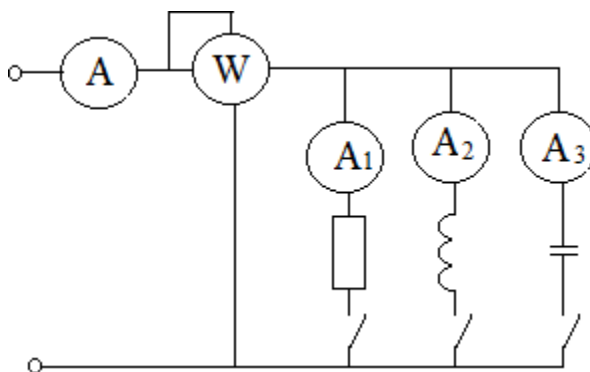

Рис. 1. Схеми електричного кола
1. Скласти електричне коло за схемою, зображеною на рис. 1.